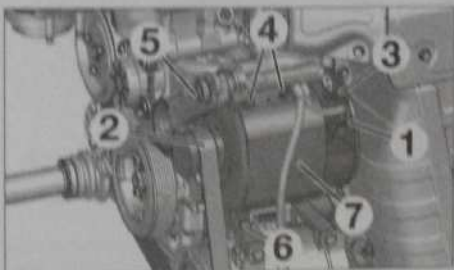

Fig. 1
- le connecteur (1) (Fig.1).
- la courroie d'accessoires (2) (voir opération correspondante au chapitre "Moteur EP6"),
- l'écrou (3),
- les vis (4),
- le galet tendeur (5).